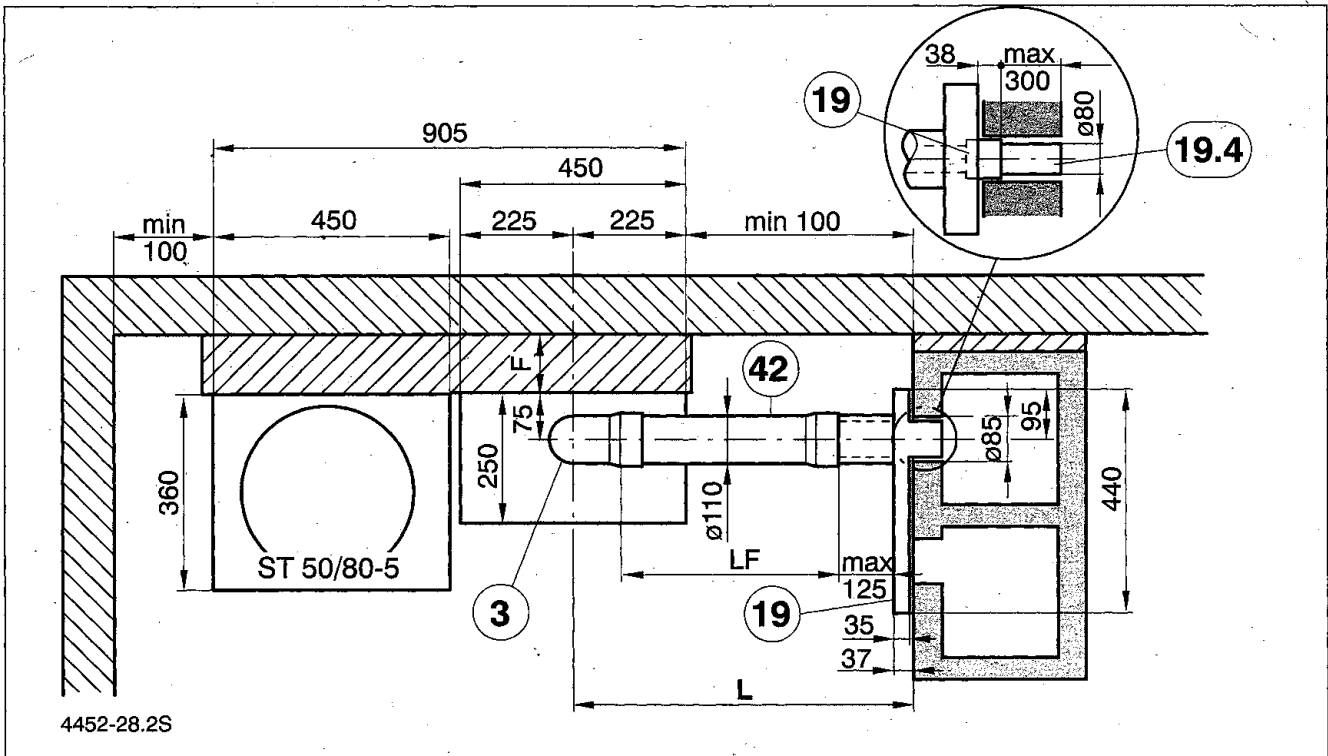

Bild 44
Legende Bild 44:
**!** Die maximale Länge L von 2,0 m darf nicht überschritten werden und bei dem Einbaubeispiel nach Bild 44 kann keine Vormontageeinheit Nr. 494/1 eingesetzt werden!
Drosselblende Bild 44: